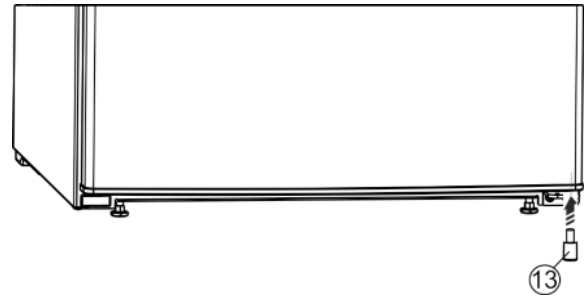

Fig. 11
- Das Distanzteil Fig. 11 (13) wieder rechts unten in die Tür einsetzen, weil es wichtig für die Standfestigkeit des Geräts ist.